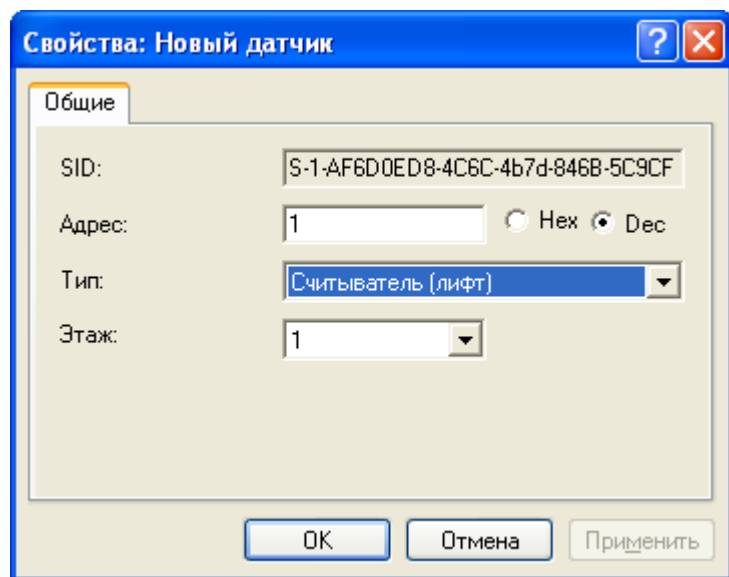

Рисунок 14
- Настройте адресные модули (проверьте правильность соответствия адреса и типа модуля, задайте номера этажей для модулей типа «считыватель (лифт)») (Рисунок 14).